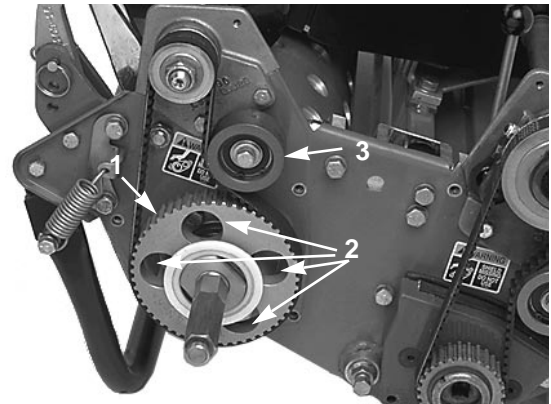

Fig. 3
6. Drej drivremskiven, indtil hullerne er rettet ind med de (4 stk.) rulleleje-flangeskruer (Fig. 3)